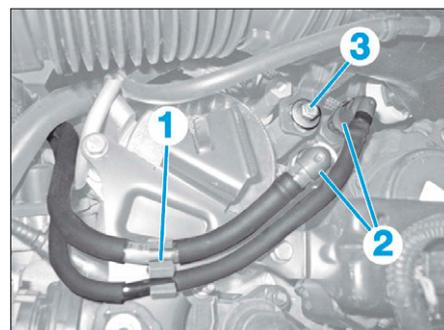

FIG. 27
- Dégrafer le tuyau de carburant (1) (Fig.27).
- Désaccoupler les tuyaux de carburant (2).